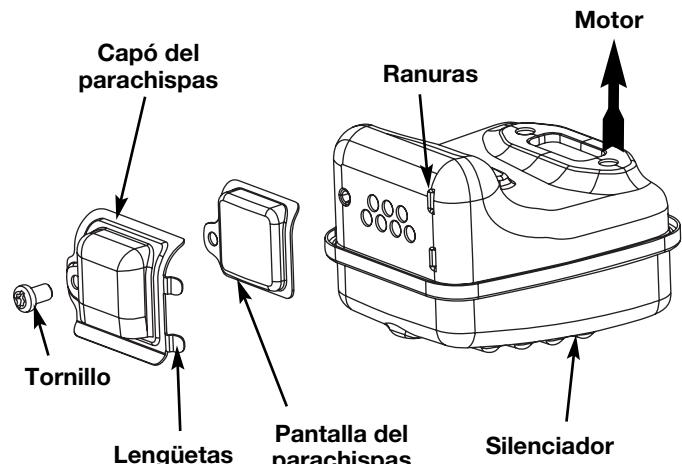

Fig. 22
2. Localice el silenciador, pero no lo quite. Busque los dos (2) tornillos en la parte inferior del silenciador (Fig. 22). Estos tornillos unen el conjunto de deflecto de escape y la pantalla del parachispas a la parte inferior del silenciador. Quite el tornillo usando una llave torx No. 20 o un destornillador plano.
6. Coloque la placa del parachispas encima del parachispas con el lado "levantado" hacia arriba mirando al motor (Fig. 22).
7. Coloque el capó del parachispas encima de la placa del parachispas con el lado "levantado" hacia arriba y la apertura mirando en dirección CONTRARIA al motor (Fig. 22). Asegúrese de que el escape se dirija en dirección CONTRARIA al motor.